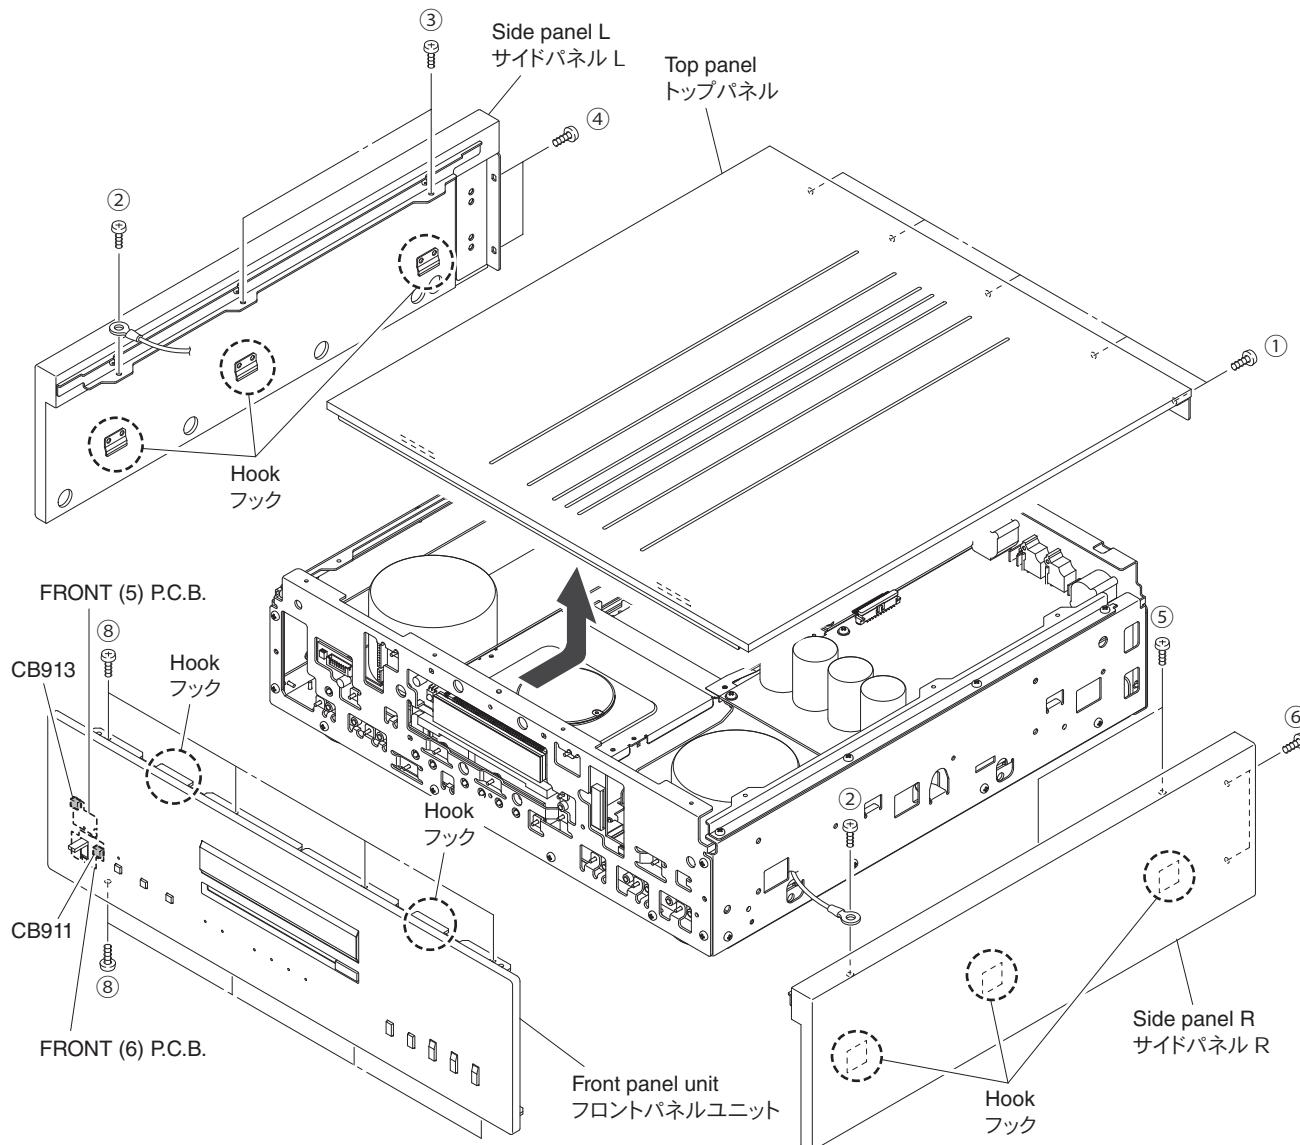

Fig. 1
- Remove 5 screws (①). (Fig. 1)
- Slide the top panel rearward and release 2 hooks. (Fig. 1)
- Lift the rear of top panel. (Fig. 1)
- Remove 2 screws (②) and disconnect 2 cables. (Fig. 1)
- Remove the top panel. (Fig. 1)
- Remove 2 screws (③) and 2 screws (④). (Fig. 1)
- Lift the side panel L a little, release hooks at 3 locations and then remove the side panel L. (Fig. 1)
- Remove 2 screws (⑤) and 2 screws (⑥). (Fig. 1)
- Lift the side panel R a little, release hooks at 3 locations and remove the side panel R. (Fig. 1)
- ① のネジ 5 本を外します。 (Fig. 1)
- 後方へスライドし、2ヶ所のフックを外します。 (Fig. 1)
- 後方を持ち上げます。 (Fig. 1)
- ② のネジ 2 本を外し、ケーブル 2 本を外します。 (Fig. 1)
- トップパネルを外します。 (Fig. 1)
- ③ のネジ 2 本、④ のネジ 2 本を外します。 (Fig. 1)
- サイドパネル L を少し持ち上げ、3ヶ所のフックを外し、サイドパネル L を外します。 (Fig. 1)
- ⑤ のネジ 2 本、⑥ のネジ 2 本を外します。 (Fig. 1)
- サイドパネル R を少し持ち上げ、3ヶ所のフックを外し、サイドパネル R を外します。 (Fig. 1)
- d. Close the disc tray by pushing its front. (Fig. 1)
- e. Remove CB911. (Fig. 1)
- f. Remove 8 screws (⑧). (Fig. 1)
- g. Remove the front panel forward gradually. (Fig. 1)
- h. Remove CB913. (Fig. 1)
- d. ディスクトレイの前方を押し、ディスクトレイを閉じます。 (Fig. 1)
- e. CB911を外します。 (Fig. 1)
- f. ⑧のネジ8本を外します。 (Fig. 1)
- g. フロントパネルを前方へゆっくり外します。 (Fig. 1)
- h. CB913を外します。 (Fig. 1)